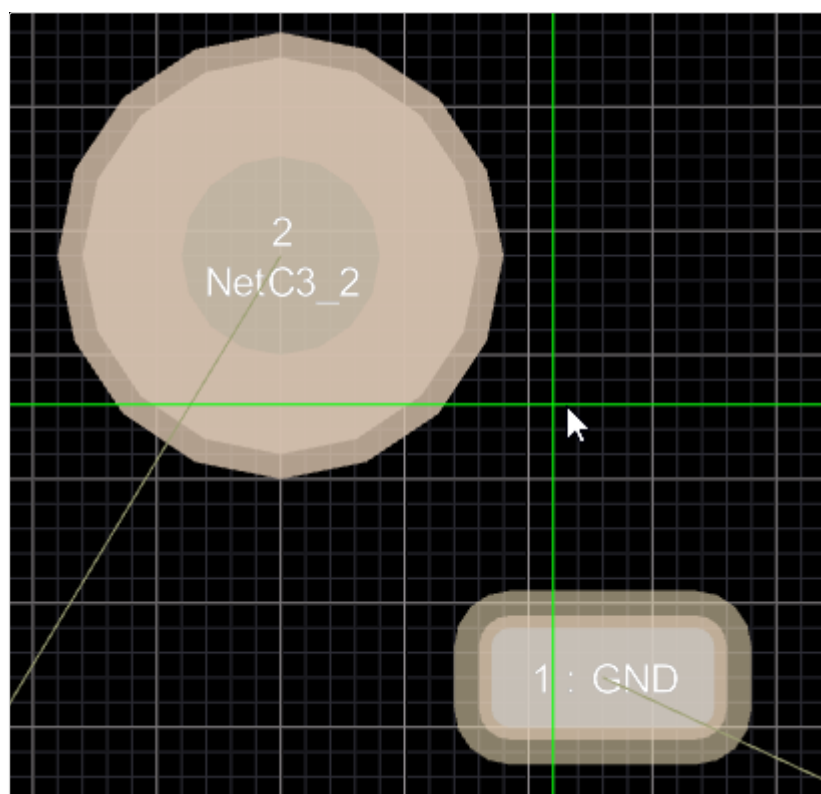

Рисунок 218. Выбор базовой точки при копировании
- 4) Нажать сочетание клавиш **Ctrl** + **V** или вызвать команду меню «Редактирование» → «Вставить». Скопированные объекты будут привязаны к курсору мыши относительно выбранной базовой точки (см. рисунок 218).